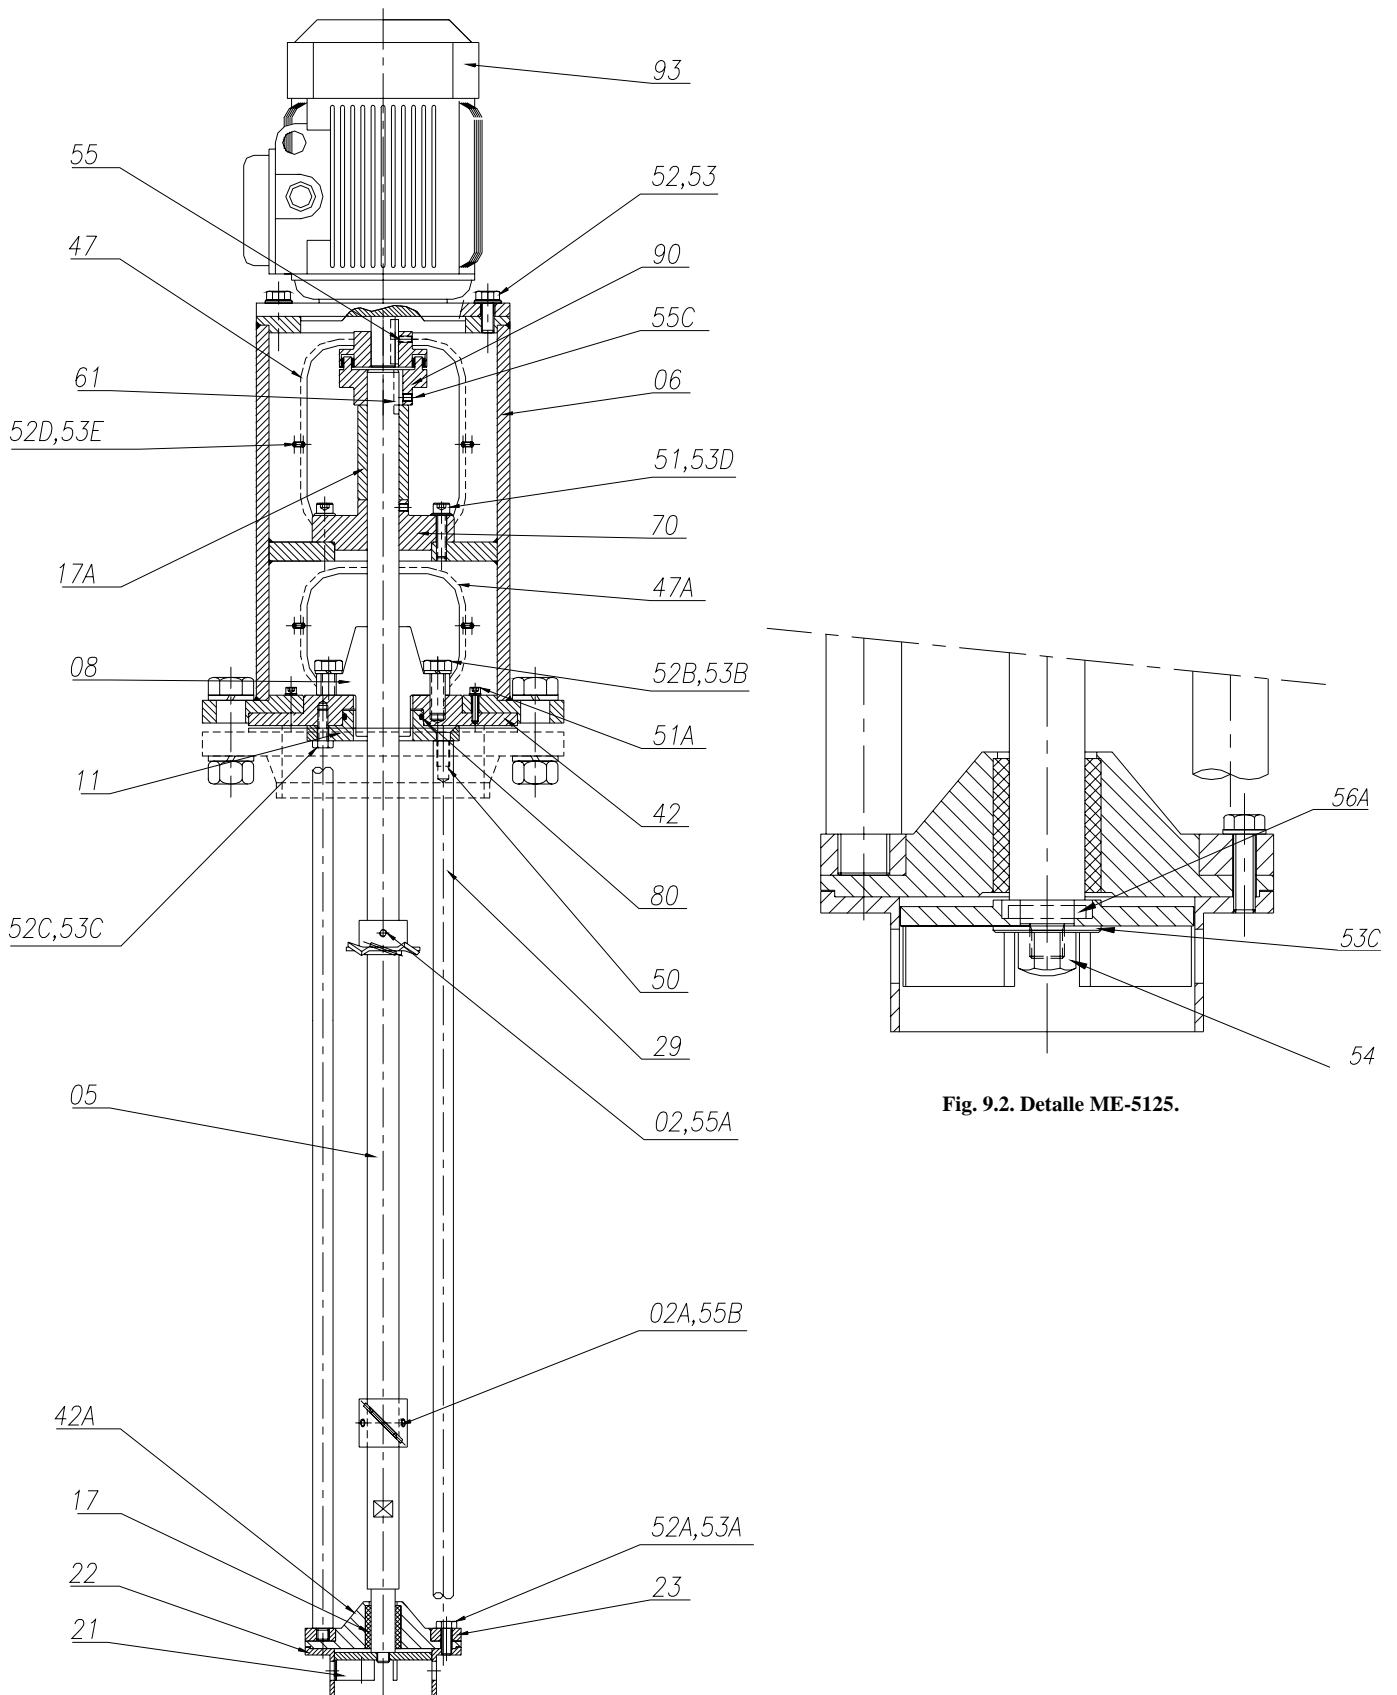

Fig. 9.2. Detalle ME-5125.
* En el ME-5125 (ver fig. 9.2)